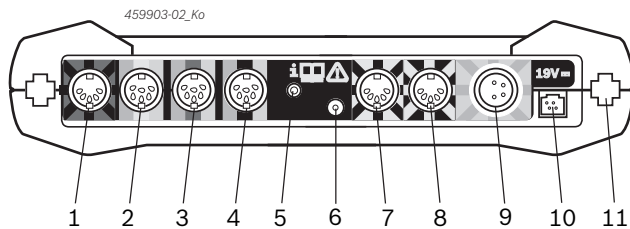

Fig. 2: Anslutningslist FSA 500 (underifrån)
⏏ Anslutning, se Fig. 2, Pos 6.
5. Anslut sensorerna på mätenhetens därför avsedda uttag (se fig 2).